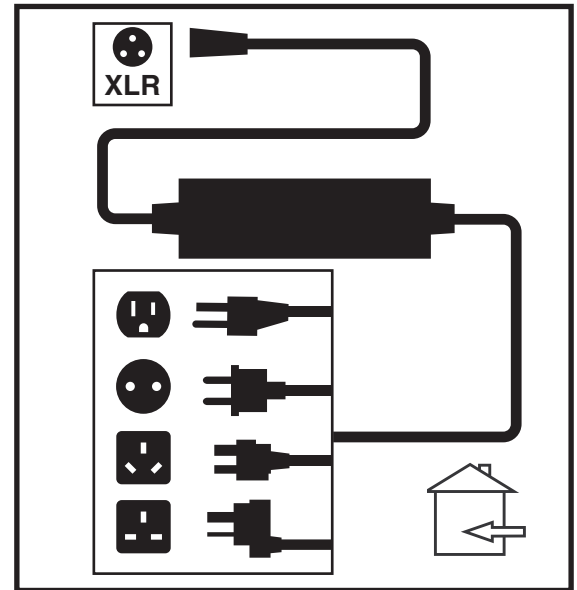

Abb. 17. Batterie lädt
3. Stöpseln Sie das externe Ladegerät in die externes-Ladegerät/Programmierungsteckdose an der Steuerung. **Siehe Abb. 17.**